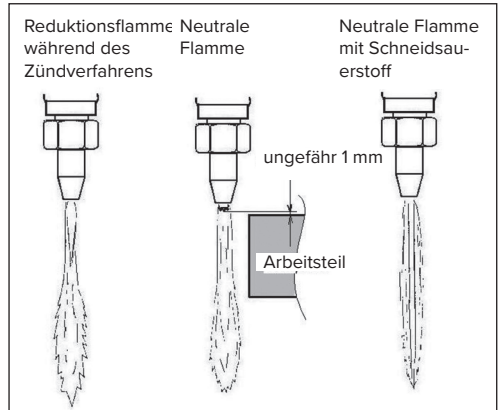

Bild 4: Flammeneinstellung
4.2.3. Öffnen Sie kurz das Schneidsauerstoffventil, damit Sie die richtige Einstellung der neutralen Flamme sehen, und dann schließen Sie es (siehe auch Bild 4)